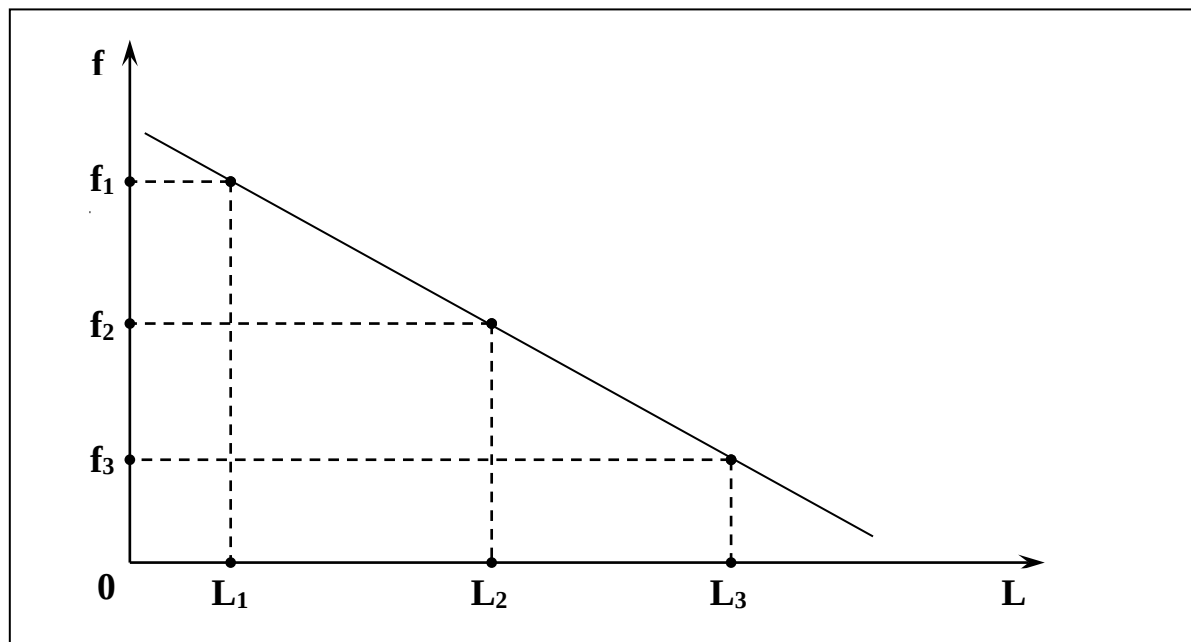

Рис. 11. Зависимость уровня от средней частоты следования импульсов.
Целью градуировки уровнемера является задание функциональной зависимости между входным параметром - средней частотой следования импульсов от БД и основным измеряемым параметром – уровнем. Зависимость реализуется с помощью кусочно-линейной аппроксимации (рис. 11).
2.5.3.2 Проверить правильность определения градуировочных точек путем построения графика (см. рис. 11). При переносе записанного архива в компьютер график градуировочной зависимости можно увидеть на экране. При желании его можно распечатать на принтере. Обратитесь к документу «Руководство пользователя. Программа ArcReaderPjt».